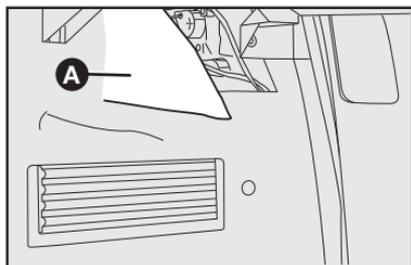

fig. 56
1) En el interior del compartimiento de equipajes, tire de la lengüeta en el tapizado **A-fig. 56**.